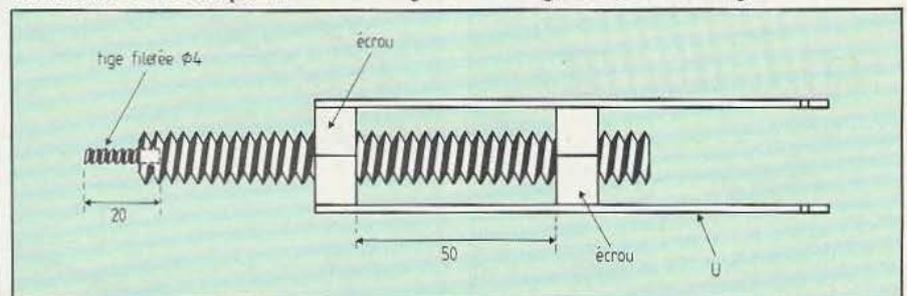

Figure 8.
- Assemblez le vérin en vous inspirant de la figure 8, la tige filetée devra être introduite dans les écrous pendant le montage.